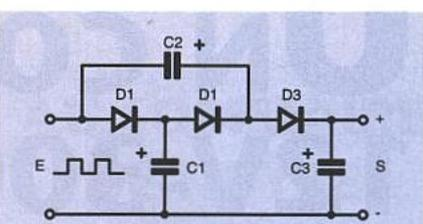
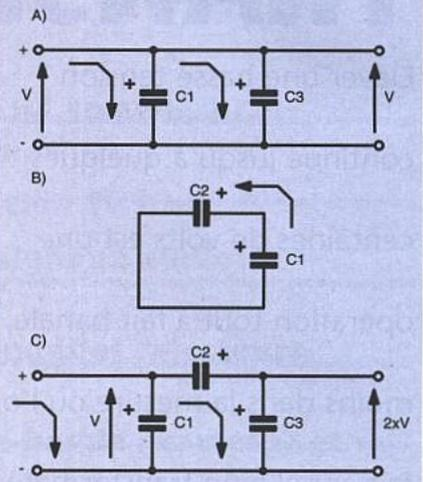
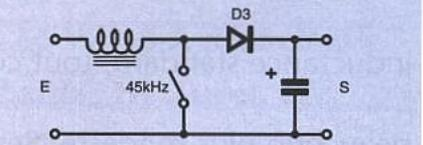

Figure 4 : le doubleur de tension exploité.
Figure 5 : principe de fonctionnement du doubleur.
Figure 6 : l'étage attaquant le doubleur.
La figure 5 montre bien que les deux pics sont particulièrement nets et étroits, tandis que leur hauteur permet de juger d'un simple coup d'oeil de l'égalité d'amplitude des deux composantes : c'est infiniment plus parlant que l'oscillogramme de la figure 6, pourtant bien caractéristique.
■ Figure 5
■ Figure 6
tenir 150 à 200 V sans difficulté particulière, mais au prix de courants de pointe pouvant atteindre quelques ampères dans la self, le transistor, et la diode : il faut donc dimensionner ces composants en conséquence ! Pour monter encore plus haut avec un courant de sortie suffisant, nous avons songé à mettre en oeuvre un doubleur de tension à diodes et condensateurs, selon le schéma de la figure 4. Pour bien comprendre le principe exploité, il est commode de raisonner sur les trois situations possibles, détaillées à la figure 5.
Il faut considérer que le doubleur de la figure 4 est monté à la sortie de l'élevateur à découpage de la figure 6, dont le fonctionnement est le suivant : Lorsque l'interrupteur (en fait le transistor MOS) est fermé, la tension d'entrée fait circuler un courant dans l'inductance, dont le noyau accumule progressivement une certaine énergie magnétique.
A la mise sous tension du montage, tous les condensateurs sont déchargés : nous sommes donc dans le cas (A) de la figure 5, où les trois diodes sont passantes et permettent à C1 et C3 de se charger simultanément en haute tension.